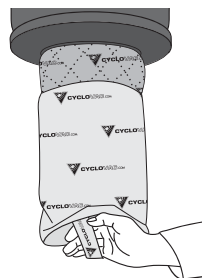

figure 14
2. Utiliser les ganses situées à la base des filtres pour les retirer (**figure 14**). Nous recommandons le nettoyage du filtre antiblocage à chaque vidange de cuve. Vous pouvez soit le secouer ou le laver, selon vos besoins. Pour le Cyclofiltre, celui-ci peut être lavé aux quatre vidanges de cuve, soit environ une fois par année.